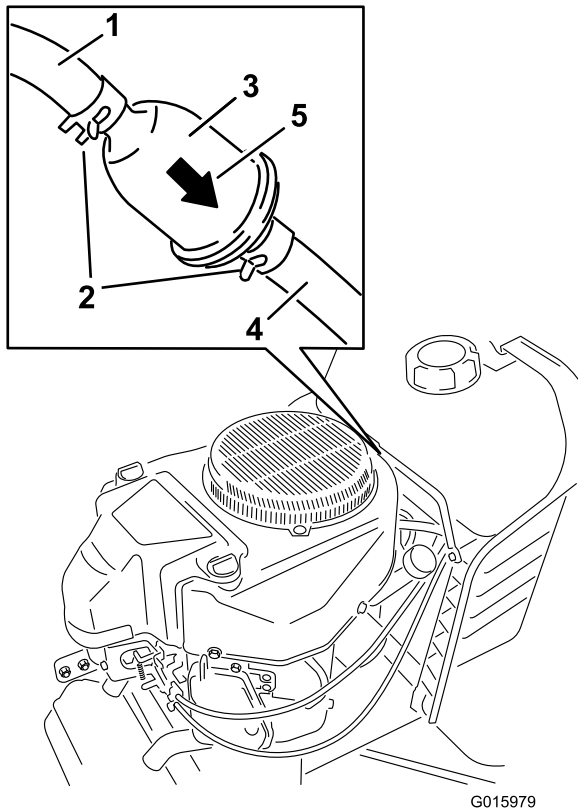

Bild 23
3. Heben Sie die Motorhaube an und lokalisieren Sie den Kraftstofffilter zwischen dem Kraftstofftank und dem Motor (Bild 23).
7. Schieben Sie die Schlauchklemmen eng an den Filter (Bild 23), um ihn zu befestigen.
4. Drücken Sie die Enden der Schlauchklemmen zusammen und schieben Sie sie vom Filter weg (Bild 23).